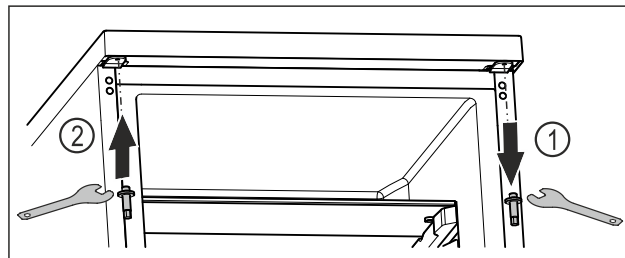

Fig. 15
- ▶ Отвийте горния болт с външен шесткантов ключ. Fig. 15 (1)
- ▶ Затегнете болта от другата страна с помощта на външния шесткантов ключ. Fig. 15 (2)